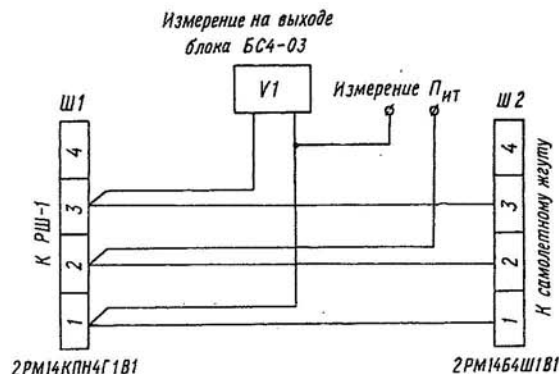

Рис. 4. Схема подключения прибора для измерения напряжения на выходе блока БСЧ-03
8.5.10. Включите выключатель «АГБ» на левой панели приборной доски. 8.5.11. Отпустите кнопку «Нажать перед пуском» на авиагоризонте. 8.5.12. Ручкой кремальеры совместите индекс поправки тангажа с нулевым давлением шкалы крена. 8.5.13. Через 1,5—2 мин (время готовности АГБ-ЗК) измерьте выходное напряжение блока БС4-03 по прибору V_1 (см. рис. 4) при нулевом положении платформы КПА-5 по крену. Выходное напряжение блока БС4-03 должно быть равным $(3 \pm 0,2)$ В. 8.5.14. Поворачивая с помощью поворотного стола АГБ-ЗК влево на углы крена от 0 до 60° и обратно через каждые 10°, измерьте напряжение на выходе блока БС4-03 в каждой точке. 8.5.15. Выполните работы, указанные в п. 8.5.14, отклоняя авиагоризонт (с помощью поворотного стола) вправо на углы крена от 0 до 60° и обратно. 8.5.16. Установите выключатели «АГБ» и «Контроль МСРП-12» в положение «ВЫКЛЮЧЕНО». 8.5.17. Отсоедините дополнительный и удлинительные жгуты. Установите АГБ-ЗК на приборную доску. Восстановите штатную электросхему. 8.5.18. Данные значений углов крена и напряжений БС4-03 занесите (в виде таблицы) в паспорт блока. 8.5.19. По полученным данным вычислите относительное напряжение для каждой точки замера по формуле $V_{\text{отн}} (\%) = \frac{V_{\text{т}}}{V_{\text{пит}}} 100,$ где $V_{\text{т}}$ — напряжение в каждом значении тарირуемой величины (измеряется по прибору V_1); $V_{\text{пит}}$ — напряжение питания постоянным током блока БС4-03 (измеряется на контактах 1. 2 штепсельного разъема ШП (см. рис. 4).	При несоответствии выходного напряжения блок БС4-03 замените.